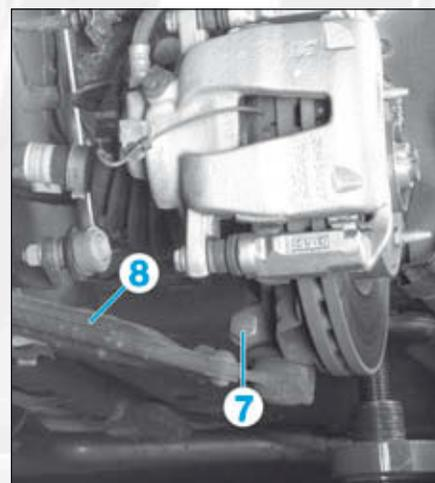

FIG.15
- le boulon (7) de la rotule de triangle (8) et l'extraire du pivot (Fig.15).